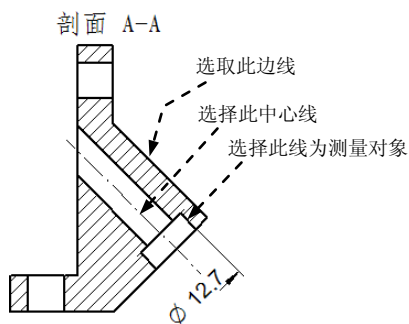

图 8.2.42 对称直径尺寸标注 5
Step3. 然后单击 按钮, 在系统 **单击一线条** 提示下, 选取图 8.2.42 所示的直线。
Step4. 在系统 **单击尺寸基准元素** 提示下, 选择图 8.2.42 所示的中心线, 然后选择图 8.2.42 所示的线为测量对象, 在合适的位置放置尺寸, 结果如图 8.2.42 所示。